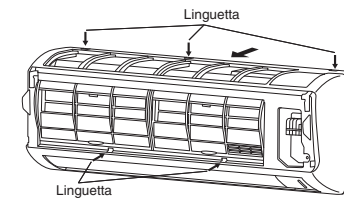

Fig. 3-42
- (3) Premere le 3 linguette sopra la griglia e le 3 linguette sui davanti per separare la griglia dal telaio. (Fig. 3-42)